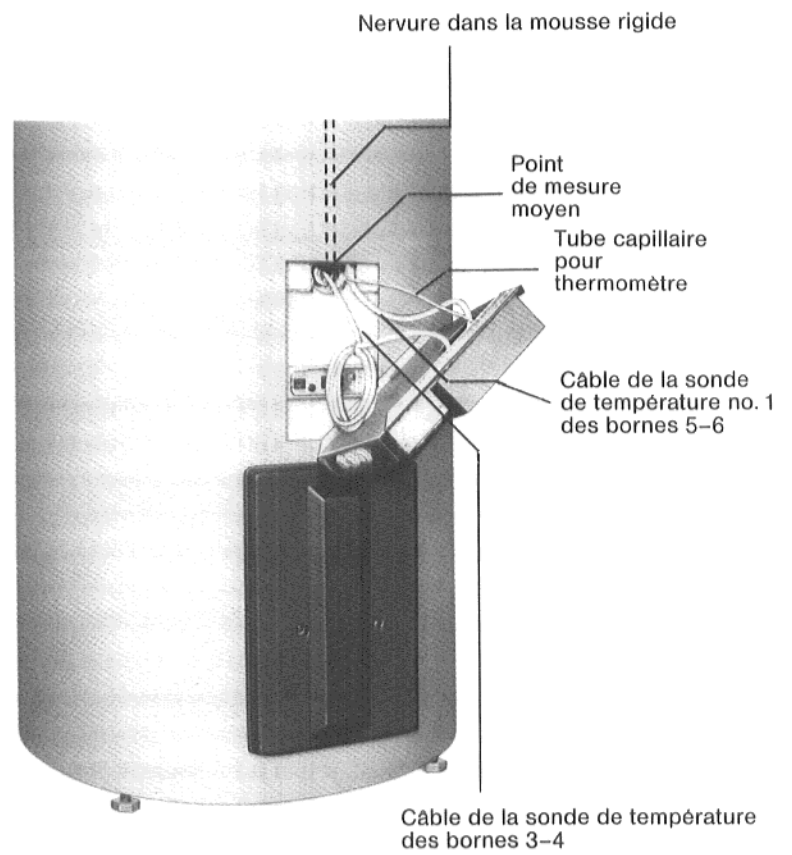

Fig. 18
6. Introduire le câble de la sonde d'eau chaude sanitaire BR du tableau de commande chaudière avec pièces pleines dans le point de mesure moyen (doigt de gant) (Fig. 18) et bloquer au moyen d'une vis sans tête.